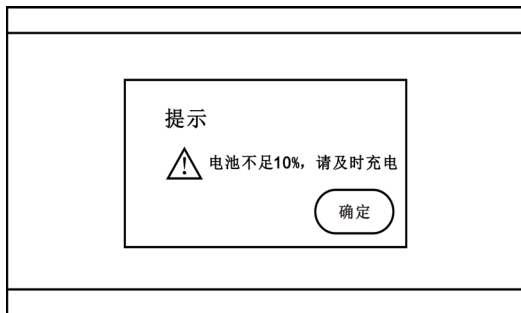

图 8 （电池电量不足界面）
(3) 电池电量。开机状态下，右上角会显示电池电量的百分比以及图示，并且不同电量有不同的颜色，一共有 5 种颜色显示，红色■■■、黄色■■■、浅绿色■■■、绿色■■■、深绿色■■■。开机状态下，如果电池电量低于 10%，会弹出如下页面图 8，以提醒及时充电，点击确定即可返回原来的页面。